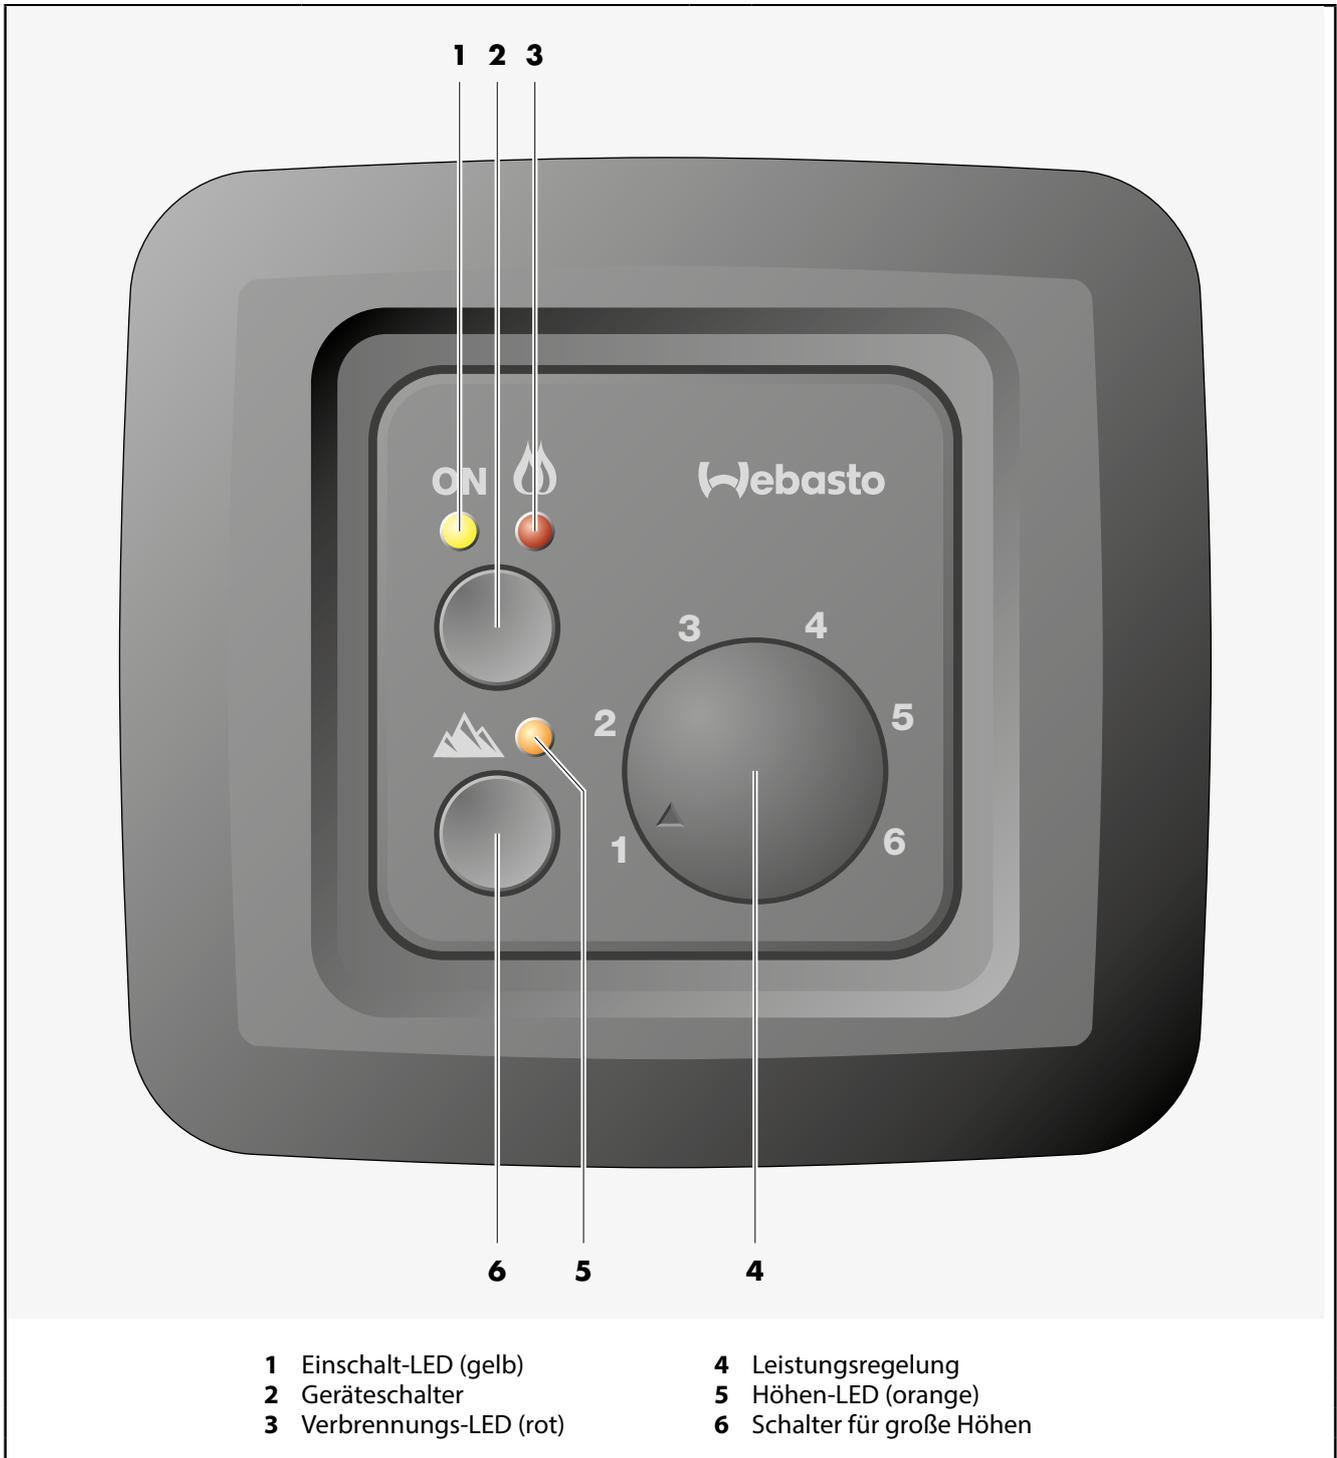
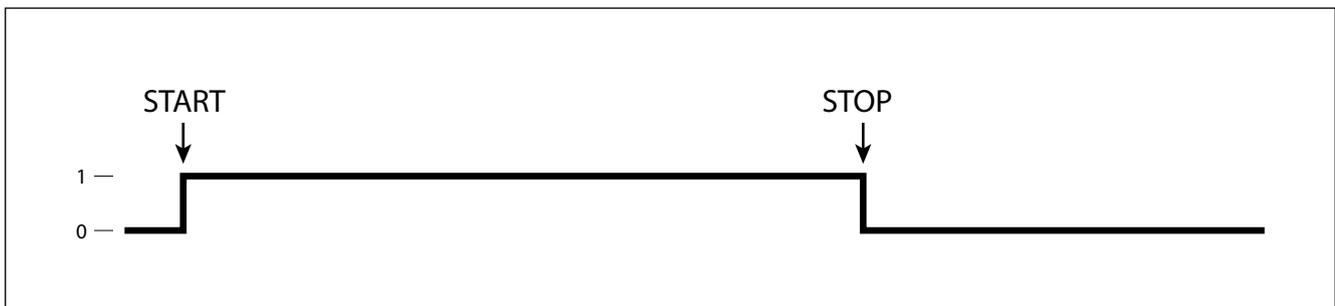
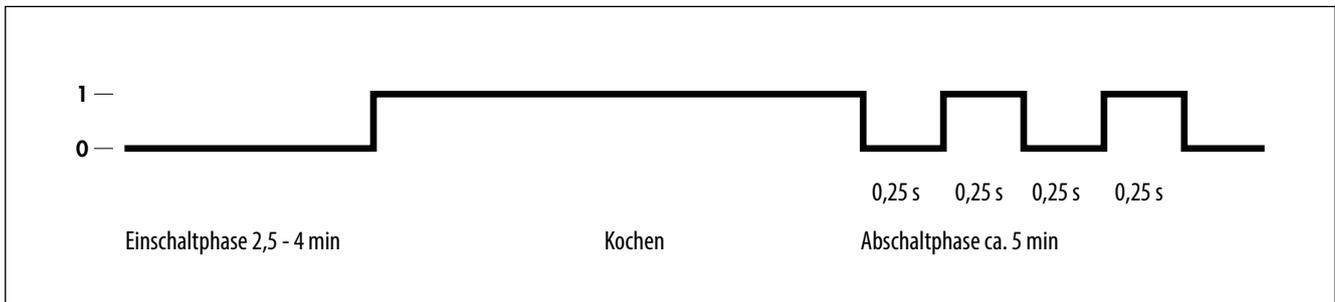

Abb. 52 Bedienteil Webasto Dieselcooker X100
Abb. 53 Signal der Einschalt-LED (gelb) während Normalbetrieb
Abb. 54 Signal der Verbrennungs-LED (rot) während Normalbetrieb
- ☞ Dieselkocher durch drücken des Geräteschalters (Abb. 52, Pos. 2) einschalten. Die gelbe Einschalt-LED (Abb. 52, Pos. 1) leuchtet sofort auf und der Kocher erhitzt sich (Abb. 53). Sobald sich die Verbrennung im Brenner stabilisiert hat – dies geschieht normalerweise ca. 2,5 bis 4 Minuten nach dem Einschalten des Kochers – leuchtet die rote Verbrennungs-LED (Abb. 52, Pos. 3) (Abb. 54).
- ☞ Über die Leistungsregulierung (Abb. 52, Pos. 4) die gewünschte Leistung in einem Bereich von 1 und 6 regulieren, wobei Stufe 6 der größten Heizstufe entspricht.
1. Geräteschalter (Abb. 52, Pos. 2) drücken, um den Kocher auszuschalten.
2. Rote Verbrennungs-LED (Abb. 52, Pos. 3) blinkt noch ca. weitere 5 Minuten, während sich der Kocher in der Abschaltphase befindet (Abb. 54).
1. Während der Kocher noch ausgeschaltet ist, Taste für große Höhen (Abb. 52, Pos. 6) drücken. Orangefarbene Höhen-LED (Abb. 52, Pos. 5) leuchtet auf.
2. Dieselkocher durch drücken des Geräteschalters (Abb. 52, Pos. 2) einschalten. Die gelbe Einschalt-LED (Abb. 52, Pos. 1) leuchtet sofort auf und der Kocher erhitzt sich (Abb. 53). Sobald sich die Verbrennung im Brenner stabilisiert hat – dies geschieht normalerweise ca. 2,5 bis 4 Minuten nach dem Einschalten des Kochers – leuchtet die rote Verbrennungs-LED (Abb. 52, Pos. 3) (Abb. 54).